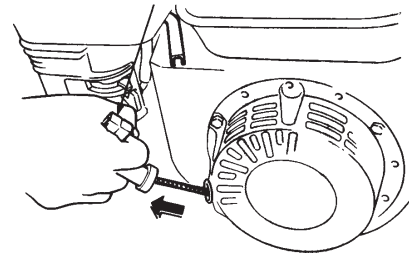

Figura 21. Asa de arranque
6. Tome el asa de arranque (Figura 21) y jale despacio hacia afuera. La resistencia llega a serla más dura en cierta posición, eso corresponde al punto de compresión. Jale el asa fuerte y suavemente a la vez para arrancar el motor.